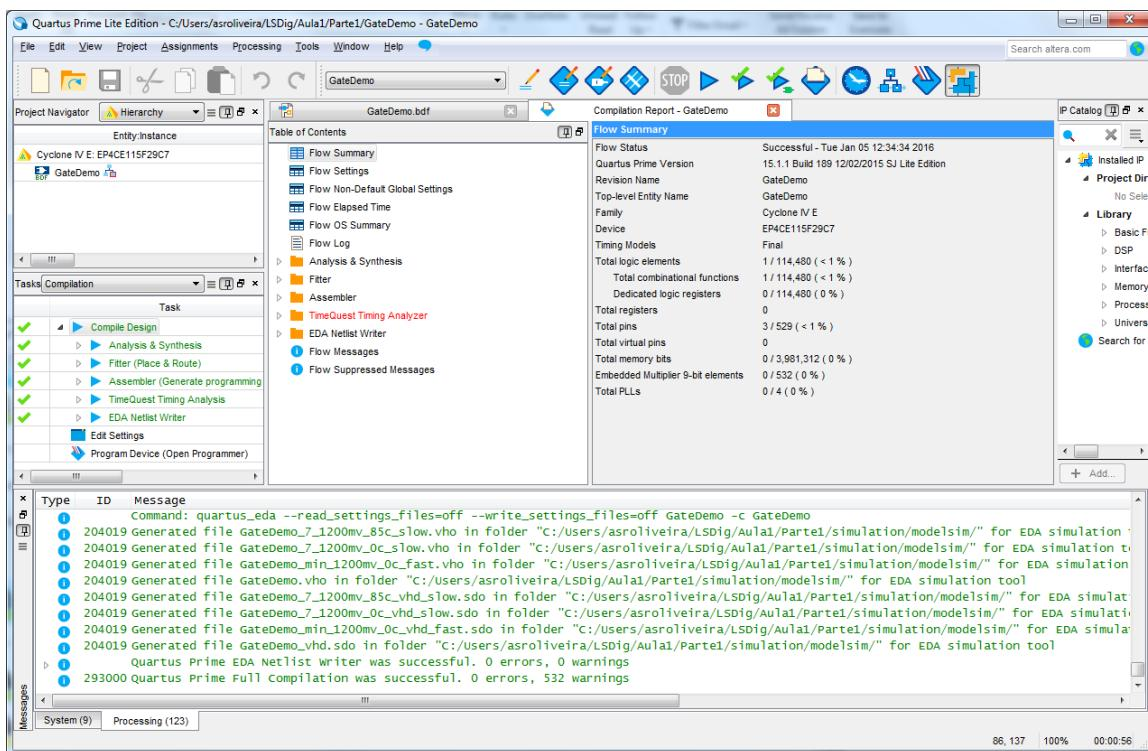

Figura 24 – “Altera Quartus Prime” IDE após compilação (implementação) completa do projeto.
16. Efetue a síntese e implementação do projeto através do comando “*Compile Design*”. No final da compilação o IDE deve apresentar o aspeto da Figura 24.